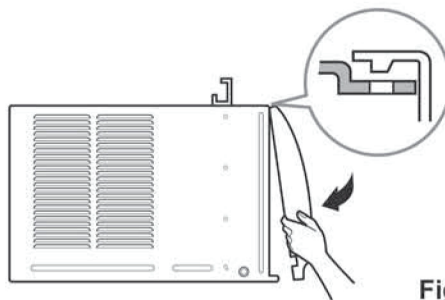

Fig. 11
14. Fixez la grille avant au boîtier en en insérant les languettes de la grille dans les encoches situées à l'avant du boîtier. Poussez la grille jusqu'à ce que vous l'entendiez cliquer en place. (Fig. 11)